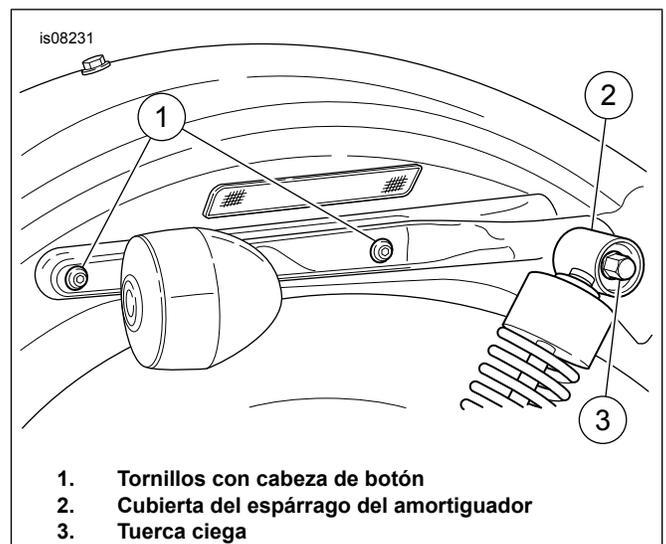

Figura 4. Soporte del guardabarros trasero
4. Vea Figura 4. Quite los tornillos con cabeza de botón y las tuercas de seguridad que aseguran la cubierta del soporte del guardabarros a la estructura. Guarde los elementos de sujeción para su reinstalación posterior.